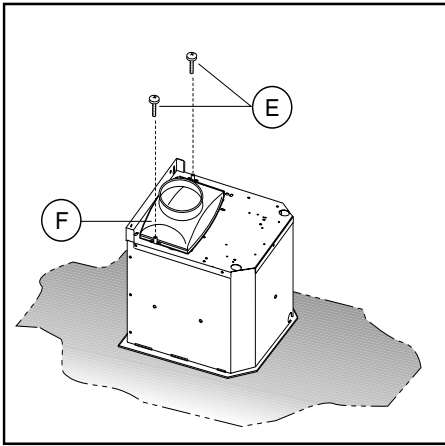

Fig.9
- Montare la flangia di raccordo **F** nella parte superiore del gruppo di aspirazione della cappa con le 2 viti **E** (fig.9).